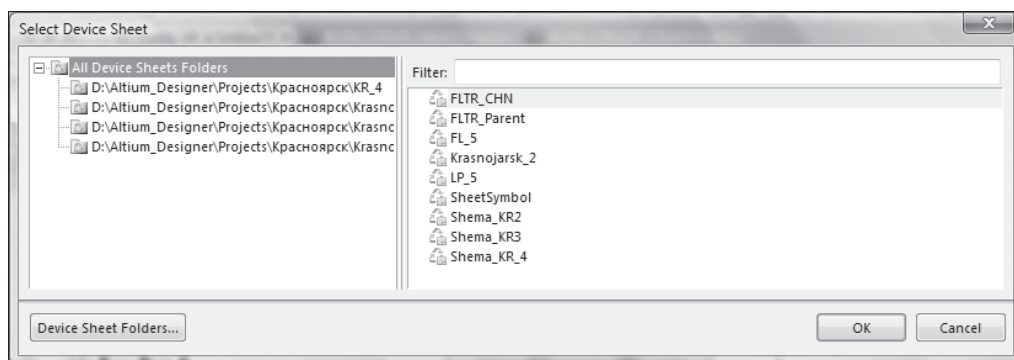

Рис. 4.26. Поиск иерархических символов
1. Для внесения символов типовых узлов в схемный документ выполните команду меню **Place | Device Sheet Symbol** — откроется диалоговое окно выбора символа **Select Device Sheet** (рис. 4.26):